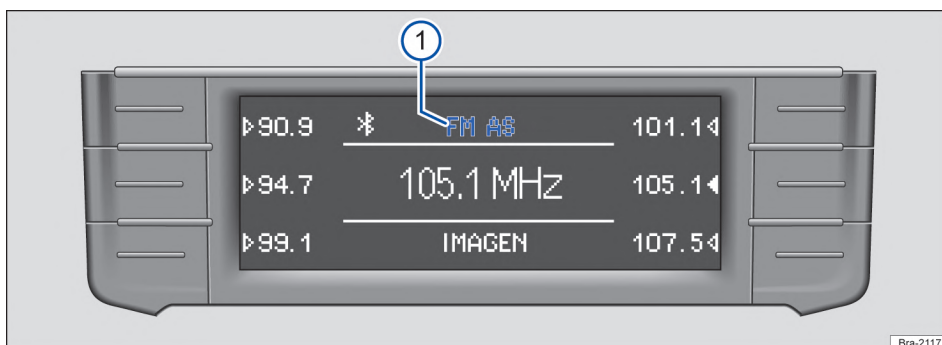

Fig. 137 Menú principal RADIO: se muestran las bandas de frecuencias y los niveles de memoria.
La banda de frecuencia seleccionada en ese momento se muestra arriba de la emisora → **fig. 137** ①.